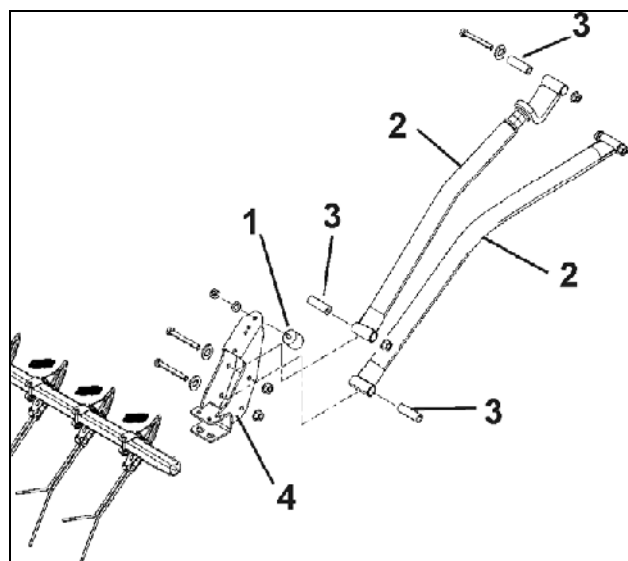
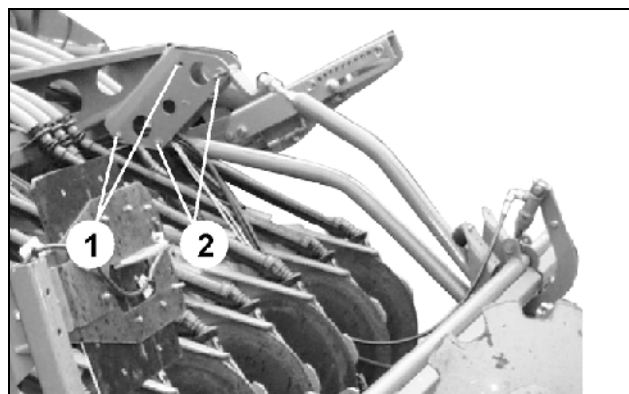

Fig. 36
Fig. 37
- Avvitare il tampone metallico (Fig. 36/1).
- Avvitare i tubi di supporto (Fig. 36/2) con le bussole (Fig. 36/3) ai supporti (Fig. 37/1, 2) e avvitare le tasche (Fig. 36/4) del coprisemi.
- Utilizzare i punti di fissaggio (Fig. 37/1) in caso di impiego dei coltri WS o ROTEC.
- Utilizzare i punti di fissaggio (Fig. 37/2) in caso di impiego dei coltri ROTEC+.